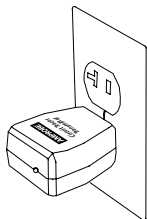

Figure 1
1. Branchez le transmetteur sur une prise murale alimentée (Figure 1).